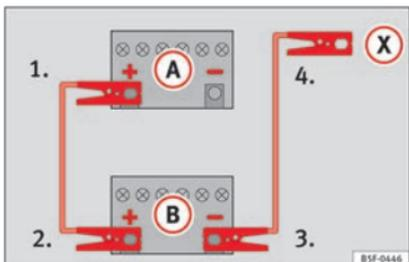

Abb. 59 Anschlusschema für Fahrzeuge ohne Start-Stop-System.
zeugs mit der entladenen Fahrzeugbatterie (A) » » Abb. 59.
3. Klemmen Sie das andere Ende des roten Starthilfekabels an den Pluspol (+) des stromgebenden Fahrzeugs (B).
- 4a. Bei Fahrzeugen ohne Start-Stop-System: ein Ende des schwarzen Starthilfekabels an den Massepunkt (-) des Strom gebenden Fahrzeugs (B) » » Abb. 59 anklemmen.